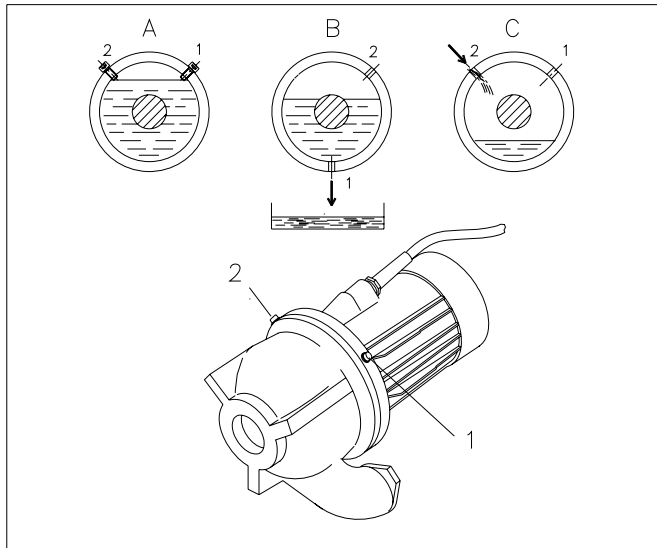

Fig. 7.7
Plaats de pomp horizontaal met de olie aftapplug (1) in de onderste stand (fig.7.7. positie B).
Draai de pomp terug in de oorspronkelijke positie (fig7.7. positie C).
Vul het oliereservoir met nieuwe olie tot het olieniveau zich juist onder het vulgat bevindt (fig7.7. positie A).